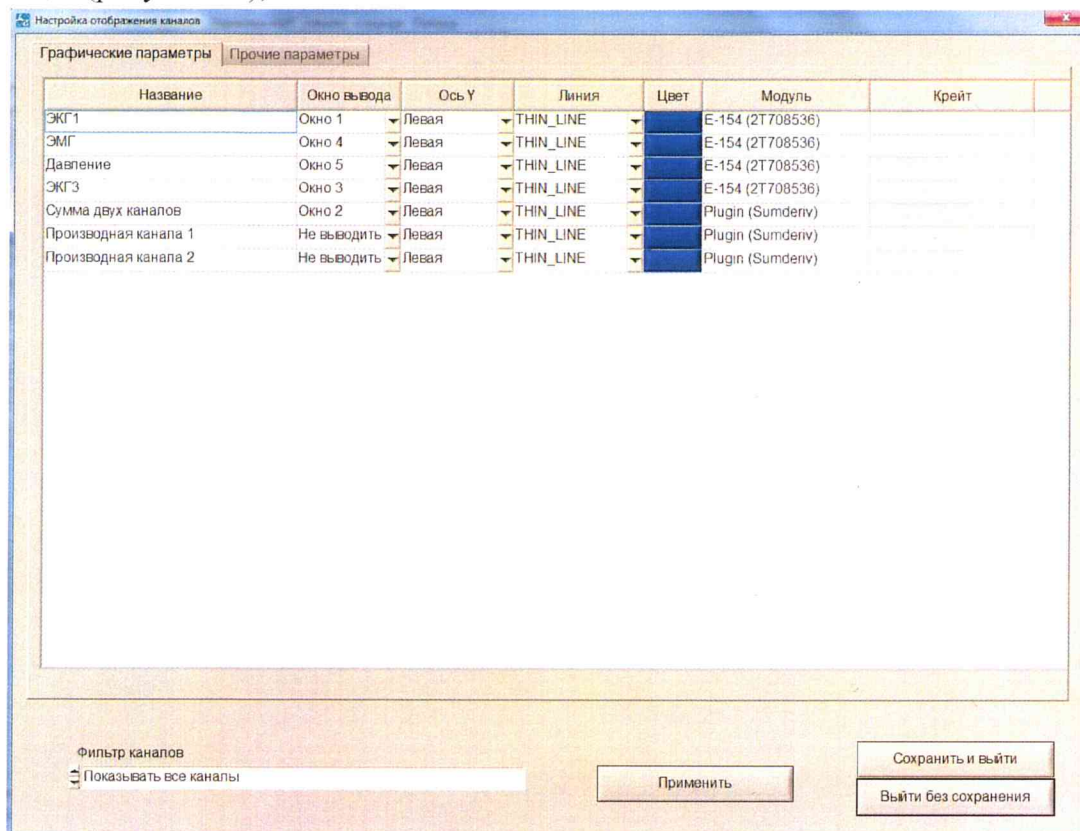

Рисунок 53. Графические параметры
- 5) В высветившемся окне в параметре «Окно вывода» назначьте каналы на соответствующие окна вывода (рисунок 53);